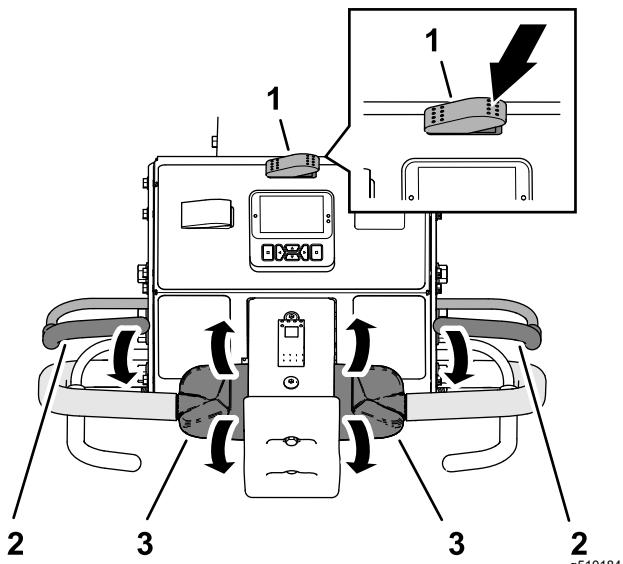

図 80
- 移動走行・エアレーションスイッチの右側を押してエアレーション位置にする図 80。
- 左または右のハンドルバーとオペレータベイルをつかんで**図 80**ベイルを握り込む。